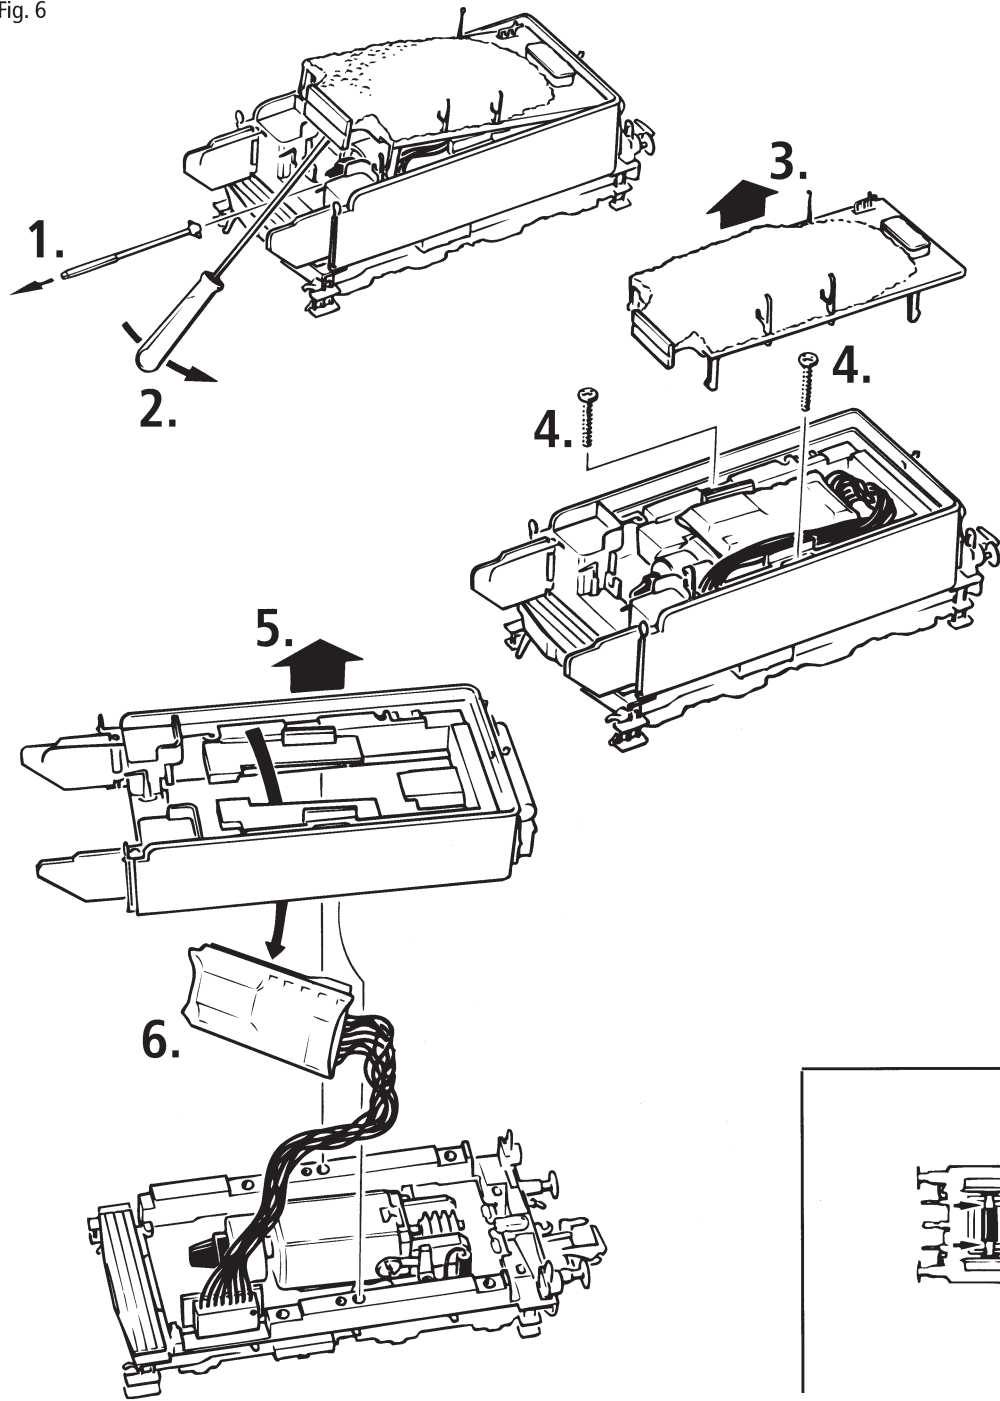
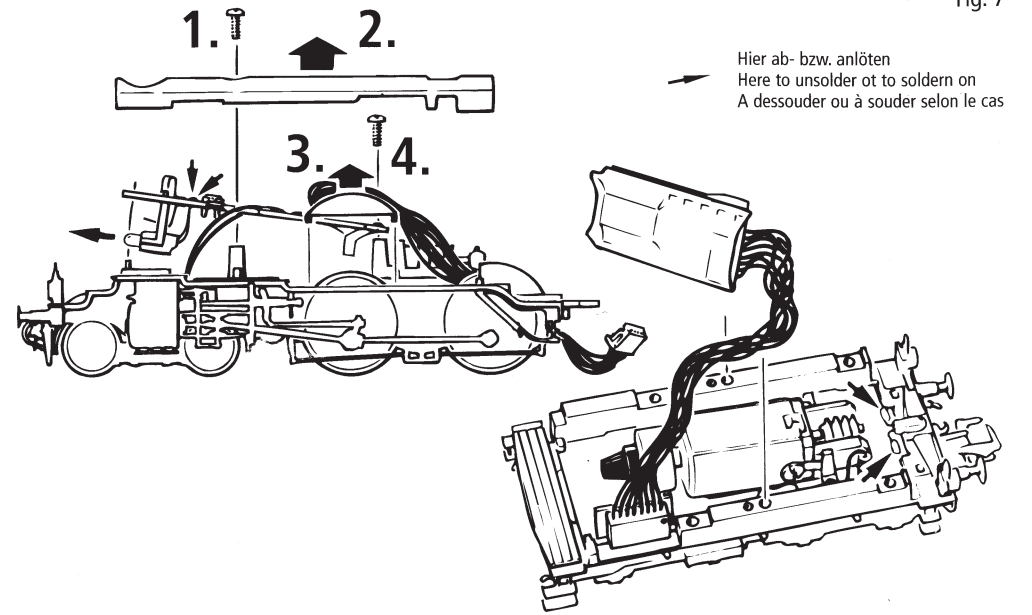
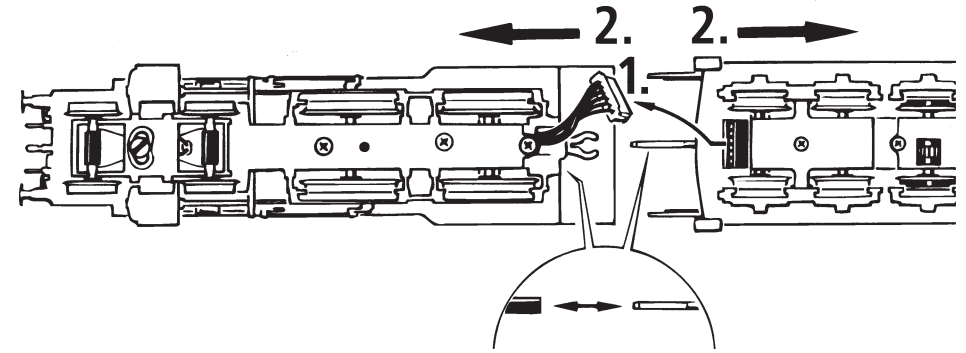

Fig. 7
Fig. 8
Fig. 5
1. Reinigung der Radstromkontakte: Radstromkontakte können auf unsauberen Schienen leicht verschmutzen. Bitte **entfernen Sie vorsichtig** mit einem kleinen Pinsel **den Schmutz** an den in Fig. 8 gekennzeichneten Stellen. Dazu das Lokgehäuse (Fig. 5) bzw. die Drehgestellblenden abnehmen. ⇨ Zusammenbau
2. Schmierung: Versehen Sie die im Schmierplan in Fig. 11 gekennzeichneten Stellen mit nur **kleinen Öltropfen**. Dazu zuerst das Lok- bzw. Tendergehäuse abnehmen (Fig. 5 u. 6).
3. Lämpchenwechsel: Bitte nehmen Sie zuerst das Lokgehäuse bzw. das Tendergehäuse ab (Fig. 5 u. 6). Danach können Sie die **Lämpchen** wechseln (Fig. 7). ⇨ Zusammenbau
4. Einbau eines Dampfentwicklers: Zuerst das Lokgehäuse abnehmen (Fig. 5) und dann den Dampfgenerator (Art. Nr. 40160) einbauen (Fig. 9). ⇨ Zusammenbau
Les lames de contact risquent de s'encrasser rapidement sur des voies poussiéreuses. Veuillez **enlever la poussière** aux endroits marqués à la fig. 8 à l'aide d'un petit pinceau souple après avoir démonté la caisse de votre locomotive ou les flancs de bogies du tender (fig. 5). ⇨ L'assemblage
2. Graissage: N'appliquez **qu'une toute petite goutte** aux endroits indiqués par le plan de graissage (fig. 11) après avoir démonté la caisse du tender (fig. 5 + 6). Nous vous recommandons le **graisseur à huile FLEISCHMANN** réf. 6599.
3. Remplacement des ampoules: Veuillez démonter d'abord la caisse de votre locomotive et la caisse du tender (fig. 5 + 6), puis vous pouvez **échanger les ampoules** (voir fig. 7). ⇨ L'assemblage
1. Cleaning of wheel contacts: Wheel contacts easily get dirty on tracks which are not entirely clean. Use a small brush to **remove dirt** from spots marked in fig. 8. First remove loco body and the tender body blind ⇨ Assembly
2. Lubrication: Apply **tiny oil drops** to spots marked in fig. 11. Prior to lubrication dismantle the tender body (fig. 5 + 6). We recommend using item no 6599, Fleischmann oiler.
3. Change of lights: First remove loco body and the tender body (fig. 5 + 6) and then change **lights**. (fig. 7). ⇨ Assembly
4. Steam generator application: First remove the loco body (fig. 5) and then push in the steam generator art. no 40160 (Fig. 9). ⇨ Assembly
3. siehe voir } Fig. 5